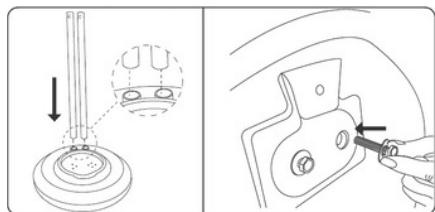

Fig. 1
1. Aliniați cele două tuburi de susținere cu orificiile din bază, apoi fixați-le de jos folosind șuruburile incluse. (Fig. 1).